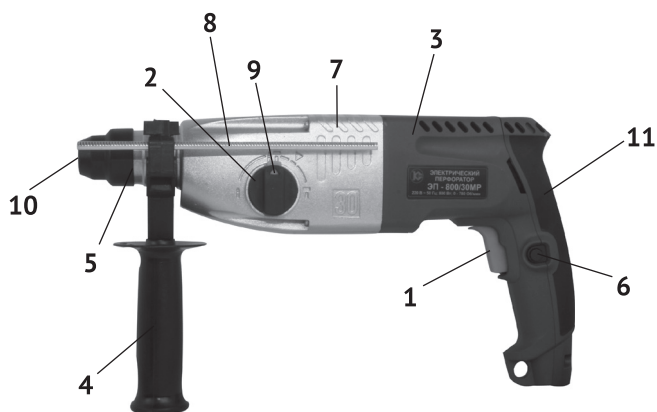

рис. 1
1.6 Общий вид перфоратора представлен на рис.1
1.7 Перфоратор состоит из горизонтально расположенного коллекторного двигателя в пластиковом корпусе (рис.1 поз.3), выполненном заодно с рукояткой. К корпусу двигателя крепится металлический корпус редуктора, в котором расположен механизм, передающий вращательное и возвратно-поступательное движение на рабочий инструмент. Крутящий момент с якоря электродвигателя через шестерни, передаётся на ствол с патроном SDS – plus (рис.1 поз.5), расположенный соосно с двигателем. Тип ударного механизма перфоратора - электропневматический. Эксцентриковый подшипник преобразует вращательное движение якоря в возвратно-поступательное движение поршня. С поршня ударник передаёт энергию удара на ствол с патроном SDS – plus. На корпусе редуктора слева расположен переключатель режимов (рис.1 поз.2) с фиксатором (рис.1 поз.9) в трёх режимах: «сверление» /«сверление с ударом» / «удар».
В зависимости от вида выполняемой работы, в патрон SDS – plus вставляется необходимая насадка (пика, долото, сверло) с соответствующим хвостовиком, или переходник SDS-plus/сверлильный патрон для установки сверлильного патрона, если необходимо работать в режиме «сверление». Дополнительная рукоятка (рис.1 поз.4) хомутом крепится на корпусе редуктора (рис.1 поз.7). Фиксируется рукоятка, закручиванием по часовой стрелке, в любом положении (от 0° до 360°), что удобно пользователю, как «правше», так и «левше».
В отверстие левой части суппорта рукоятки вставляется, при необходимости, стержень-ограничитель глубины сверления (рис.1 поз.8). Он фиксируется в выбранном положении винтом-барашком.
1.8 Клавиша выключателя (рис.1 поз.1) расположена в передней части рукоятки. Включение/отключение инструмента осуществляется нажатием на клавишу выключателя. Силой, приложенной к клавише, регулируется число оборотов и частота ударов перфоратора. Нажатием кнопки (рис.1 поз.6), клавиша фиксируется в рабочем положении с максимальным числом оборотов (максимальной частотой ударов). При повторном нажатии на клавишу, она и кнопка фиксации (со щелчком), возвращаются в исходное положение – выключено.
- работу переключателя режимов работы (рис.1 поз.2) и фиксации его в 3-х
При замене рабочих насадок следите за тем, чтобы колпачок (рис.1 поз.10), защищающий патрон от попадания пыли, не был повреждён.
- вставить стержень фиксации глубины сверления (рис.1 поз.8) в отверстие;
- фиксация клавиши в рабочем положении осуществляется нажатием на кнопку (рис.1 поз.б);
Нажав кнопку (рис.1 поз.9) в верхней части рукоятки (рис.1 поз.2), начните поворот к режиму с условным знаком, приведённым ниже. Отпустите кнопку фиксатора. При достижении выбранного положения, рукоятка зафиксируется, а кнопка фиксации (со щелчком) вернётся в исходное положение.
- при работе в режиме сверление без удара, переключатель (рис.1 поз.2) установить в положении «сверло». При этом режиме перфоратор может работать с патроном SDS – plus, но, как правило, устанавливается ключевой патрон;
- при работе в режиме сверление с ударом, переключатель (рис.1 поз.2) в положении «сверло с молотком»;
- при работе в режиме долбление, переключатель (рис.1 поз.2) в положении «молоток».
3.2 Для замены щёток необходимо открутить и снять крышку двигателя (рис.1 поз.11). Щётки следует заменять парой для обеспечения равной степени их давления на коллектор якоря.